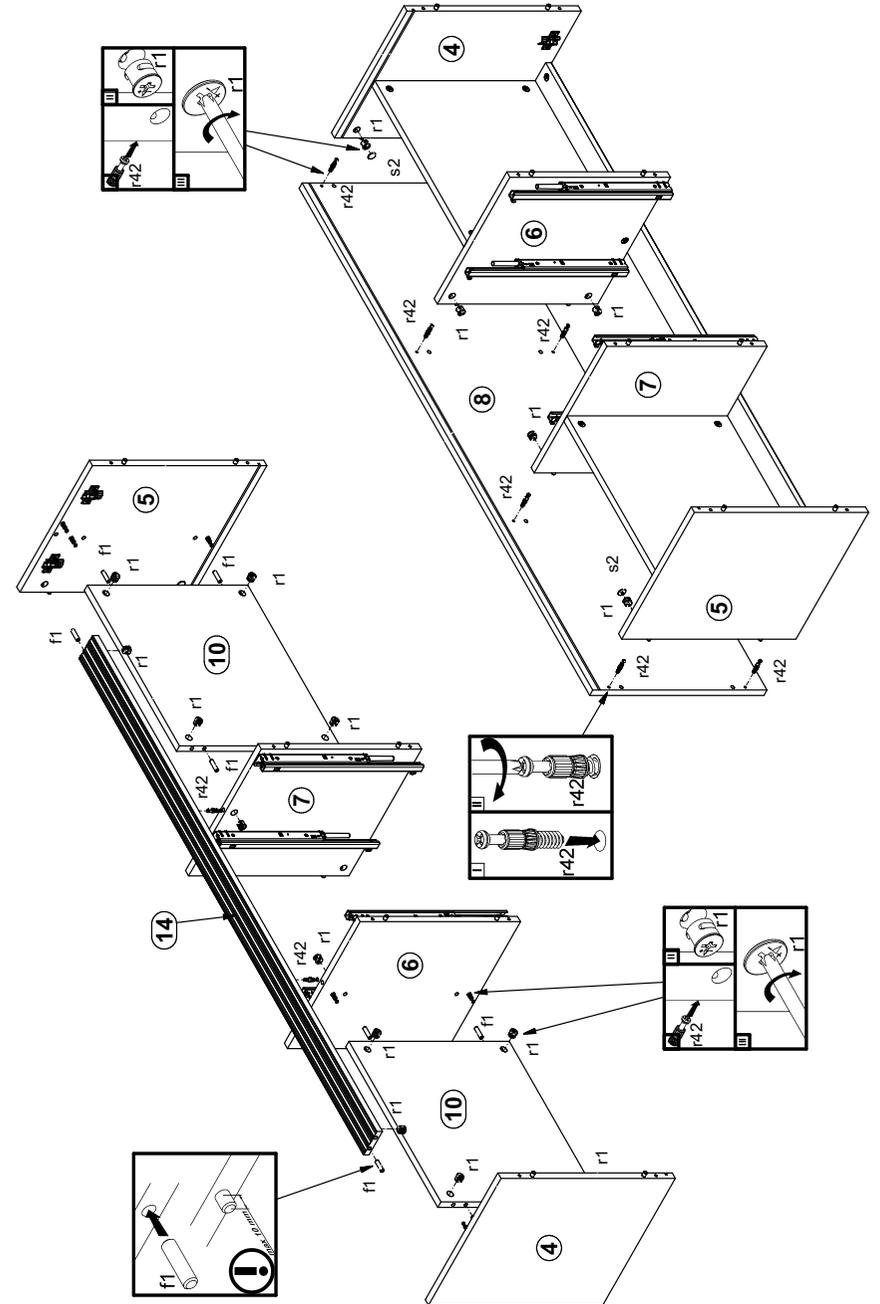

Рисунок 3
- В отверстия Ø8 мм на верхних и нижних кромках стенок боковых 4, 5, стенок средних 6, 7 (см. рис. 2), на боковых кромках полок соединительных 10 (см. рис. 3), на боковых кромках планки декоративной 14 (см. рис. 3) вбить деревянные шканты f1.
- В отверстия Ø5 мм на внутренних поверхностях стенок 4, 5, 6, 7 (см. рис. 2), на нижней поверхности щита 8 (см. рис. 3) вкрутить винты стяжки r42.
- В отверстия Ø15 мм на нижних поверхностях полок 10 (см. рис. 3), на задней поверхности планки 14 (см.рис. 3), на боковых поверхностях стенок 4, 5, 6, 7 вставить стяжки эксцентриковые r1.
- Соединить детали 4, 5, 6, 7, 14 и затянуть стяжки эксцентриковые r1, пользуясь отверткой (см. рис. 3).
- Присоединить щит 8 к стенкам 4, 5, 6, 7 и затянуть стяжки эксцентриковые r1, пользуясь отверткой (см. рис. 3). Стяжки эксцентриковые r1 на стенках 4, 5 закрыть заглушками s2.